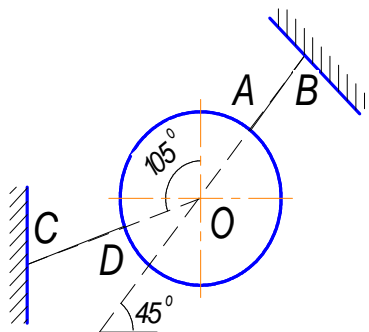

Рис.1.21
1.24. Однородный шар весом 10 Н удерживается в равновесии двумя невесомыми тросами АВ и СД, расположенными в одной вертикальной плоскости (рис.1.21). Определить натяжение тросов.